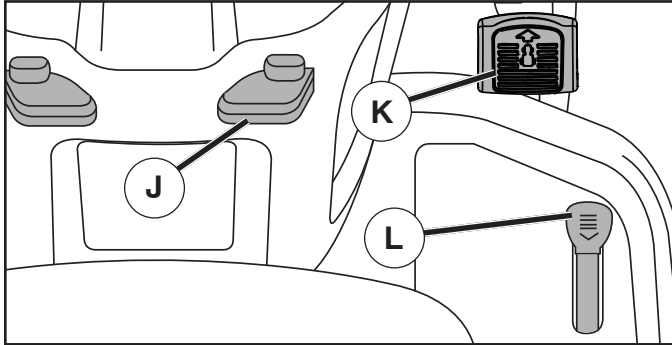

Fig. 20
- Apretar lentamente el pedal marcha adelante (K) y atrás (L) para iniciar el movimiento. Más se aprieta el pedal y mayor es la velocidad.
## UTILIZAR EL MANDO CRUCERO (J) (See Fig. 20)